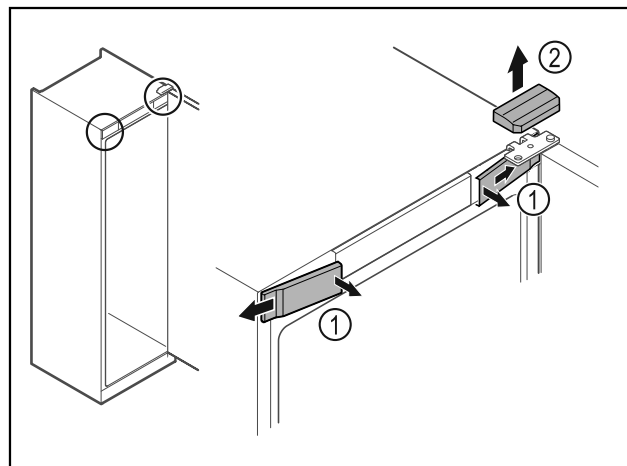

Fig. 8
- ▶ Wyczepić przednie osłonki Fig. 8 (1) i odchylić w bok.
- ▶ Górną osłonkę Fig. 8 (2) zdjąć w górę.